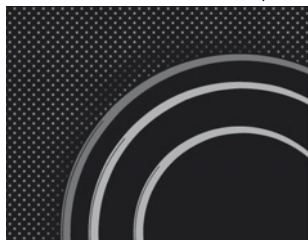

рис.2
■ **Небольшие загрязнения** можно устранить мягкой влажной тканью. Затем протрите чистую поверхность насухо (рис. 2).
■ **Декоративный рисунок** на варочной поверхности может стираться из-за использования агрессивных и грубых чистящих средств, а также посуды с поврежденным или грубым дном (рис. 2).